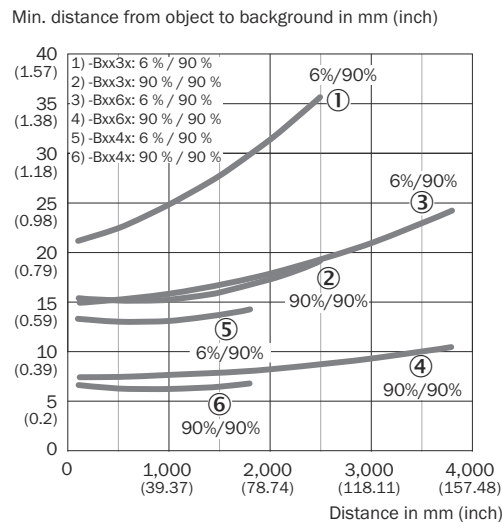

Figura 5: Curva 1
Controllare le condizioni d'impiego: bilanciare distanza di lavoro e distanza dall'oggetto ossia sfondo e capacità di coefficiente di riflessione dell'oggetto con il diagramma corrispondente [figura 5] (x= distanza di lavoro, y = distanza minima tra oggetto e sfondo in mm (coefficiente di riflessione oggetto/coefficiente di riflessione sfondo) (coefficiente di riflessione 6% = nero, 90% = bianco (in relazione con il bianco standard secondo DIN 5033)).
La distanza minima (= y) per la soppressione dello sfondo può essere letta dal diagramma come segue [cfr. figura 5 ①]: